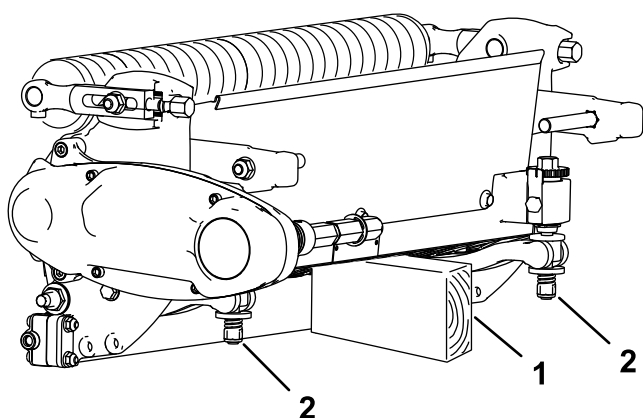

Рисунок 11
- Після зняття різального блоку з машини підкладіть під його задню частину підставку, щоб гайки із задньої сторони регулювальних гвинтів планки нерухомого ножа не спіралися на робочу поверхню (**Рисунок 11**).